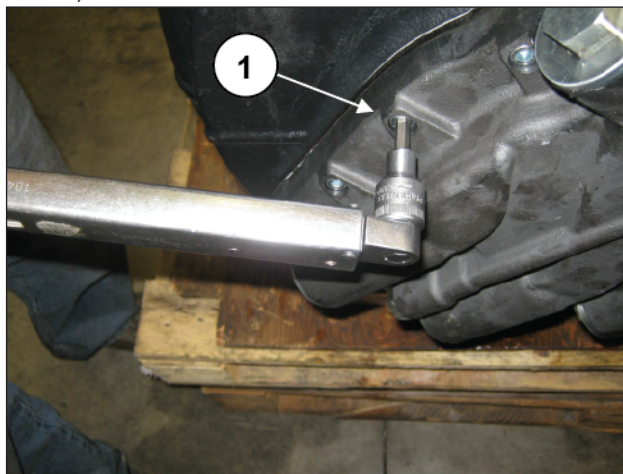
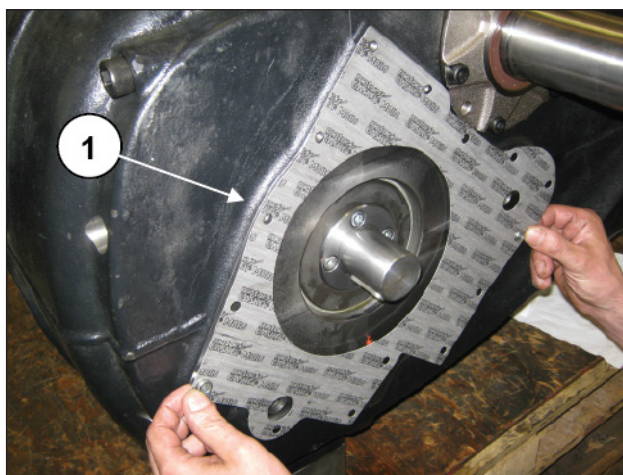

Рис. 21
Рис. 22
Демонтируйте корпус масляного насоса, открутив соответствующие винты (поз. ①, Рис. 21). Снимите плоское уплотнение и замените его при необходимости (поз. ①, Рис. 22).